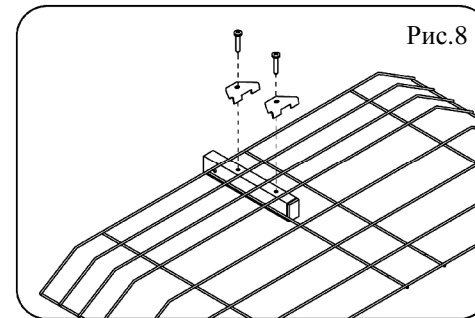

Рис.8
5.10. Положить рефлектор (сетку) на стойку рефлектора и зафиксировать держателями. (рис.8) Для крепления держателей использовать самонарезающие винты №3. Аналогично закрепить второй рефлектор на стойке.